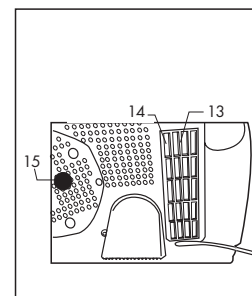

Fig. 16
Pulite periodicamente il filtro aspirazione (14) sganciando il coperchio filtro (13), Fig. 16, sbattendolo e lavandolo con acqua corrente se necessario, quindi lasciarlo asciugare, riposizionarlo nella sua sede e reinserire il coperchio filtro (13).